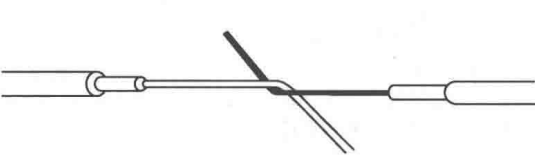

图 1-1-21 两导线芯线线头成×形相交
- 1) 先将两导线芯线线头成×形相交，如图 1-1-21 所示。